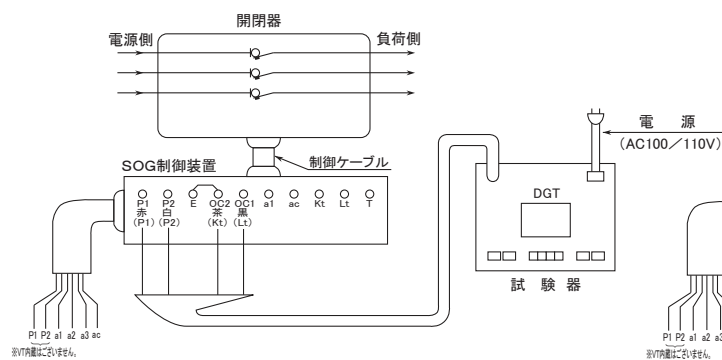

図7 戸上電機製作所製(DGT)による
- ①通電電流および良否の判定は表6のとおりです。
- ②図7・8の試験回路はOCR動作チェック回路です。
- ③図7・8は制御電源を制御装置パネル面(P1・P2)に接続する方法です。
なお、図7・8の回路で試験する場合は、制御装置パネルの制御電源切替スイッチを「試験」側にしてください。